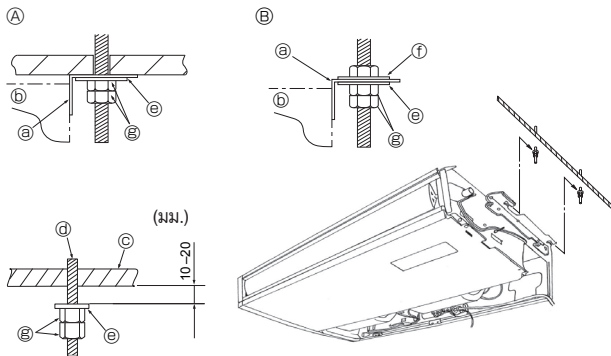

Fig. 3-5
3.3. การติดตั้งเครื่องภายใน (Fig. 3-5)